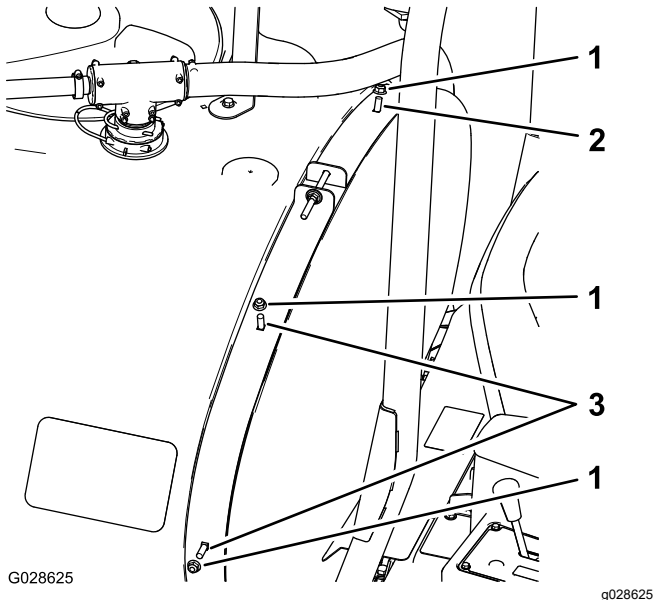

Figura 6
- Montai un urub de fixare ($\frac{3}{8}$ x 1 inch) în orificiul superior interior de pe colierul frontal stâng al rezervorului (Figura 6).
- Montai 1 urub de fixare ($\frac{3}{8}$ x 1- $\frac{1}{4}$ inch) în orificiul superior interior de pe colierul frontal drept al rezervorului (Figura 6).
- Montai 1 urub de fixare ($\frac{3}{8}$ x 1- $\frac{1}{4}$ inch) în orificiul inferior exterior de pe colierul frontal drept al rezervorului (Figura 6).